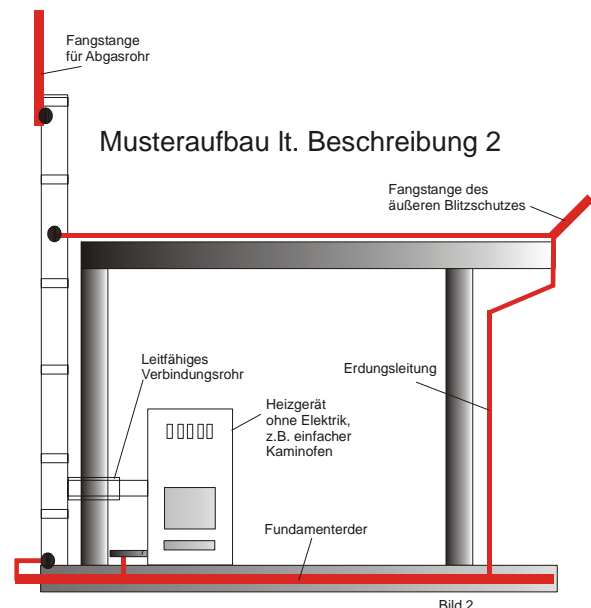

Bild 2
2. ... außen an der Wand eines Gebäudes mit äußerem Blitzschutz hinunter durch die Wand zu einem Kaminofen führt, der keine Verbindung zu irgendwelcher Elektrik hat. (Bild 2)